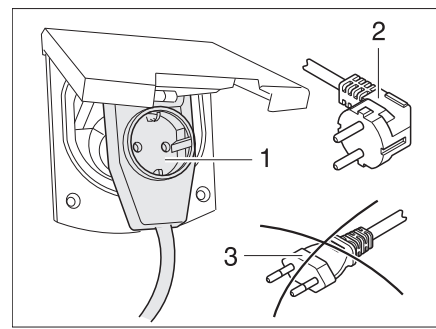

Bild 179 Anschluss an eine Winkelkupplung mit Steckdose
▶ Bei Verwendung einer CEE 17 Winkelkupplung mit rückseitig eingebauter Steckdose (Bild 179,1) nur einen gummierten und versiegelten IP 44 Stecker mit Schutzkontakt (Bild 179,2) verwenden. Keine Stecker ohne Schutzkontakt (Bild 179,3) verwenden. Gefahr eines Stromschlages!